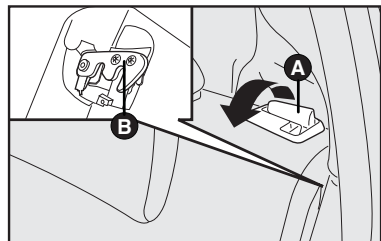

fig. 93
3) Desenganche el respaldo, utilizando las palancas laterales A-fig. 93 en el sentido de la flecha.
- Levante el respaldo del asiento hacia atrás hasta percibir el ruido de bloqueo en las trabas laterales. Regule la inclinación del respaldo a través del mecanismo **B-fig. 93**.